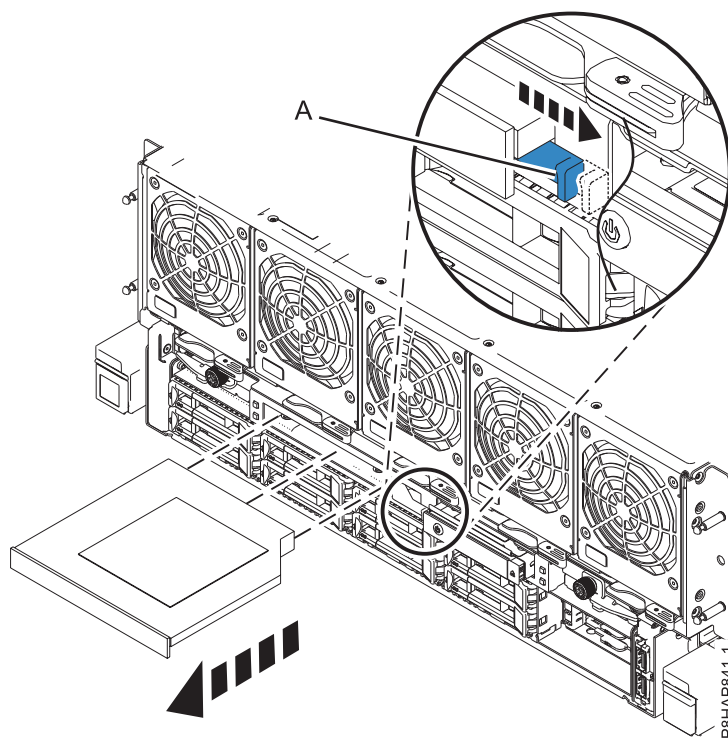

Figure 4. Retrait de l'unité DVD-ROM
- a. Tirez le levier de couleur bleue (**A**) vers la droite, comme indiqué dans la figure 4, à la page 6.